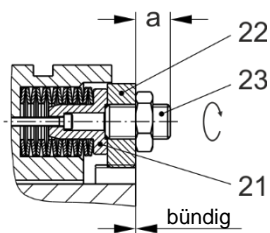

Bild 15
3. Nachstellmutter (22) mit Nabenstirnseite bündig drehen, Bild 15.
4. Einen Gewindestift (23) herausdrehen.
6. Alle Gewindestifte (23) gleichmäßig tief auf das Maß "a" einschrauben, entsprechend dem gewünschten Drehmoment, siehe Einstelldiagramm und Bild 15.
7. Mit Kontermuttern (24) Gewindestifte (23) gegen Verdrehen sichern.